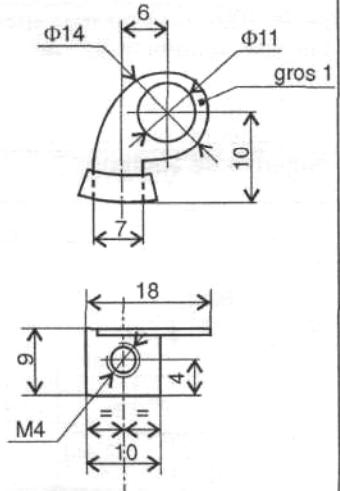

Figura 8
- PIESA LIMITATOARE (poz. 6) are rolul de a limita deplasarea circuitului imprimat la actionarea avansului vacumatic. Forma si dimensiunile sunt prezentate in **figura 8**. Se executa din stratitex (textolit). Detalii de executie, in capitolul REALIZAREA PRACTICA;
- Piesa limitatoare (poz. 6) se poate executa dintr-o singura bucată sau din două bucăți. Piesa executată dintr-o singura bucată necesită prelucrare pe o masina unealta (strung sau freza) iar apoi aducerea la forma si dimensiunile din **figura 8**, prin pilire si gaurire. Din două bucăți piesa se executa astfel:
- o placă din stratitex (textolit) cu grosimea de 1 mm se prelucraza ca in **figura 8**, aceasta reprezentand portiunea piesei limitatoare care se va introduce pe boltul (poz. 7).